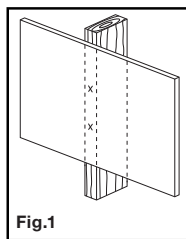

Fig.1
3. Pendant qu'une personne tient la plaque murale en position, marquez deux emplacements (haut et bas) pour fixer le support au mur. (voir fig.1)